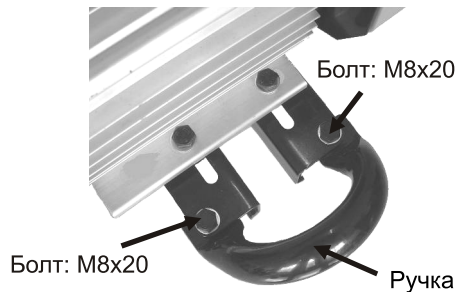

Рис. 8
8. Закрепите к раме культиватора ручку для переноски с помощью 2 болтов М8х20 (рис. 8).